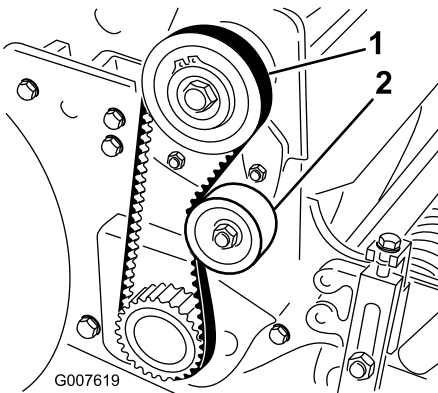

Figura 39
2. Verifique a tensão pressionando a correia a meio curso entre as polias (Figura 39) com uma força de 18 a 22 Nm. A correia deverá flectir-se 6 mm.
- A. Desaperte a porca de montagem da polia intermédia e incline-a para o lado de trás da correia até que obtenha a tensão desejada da correia (Figura 39).